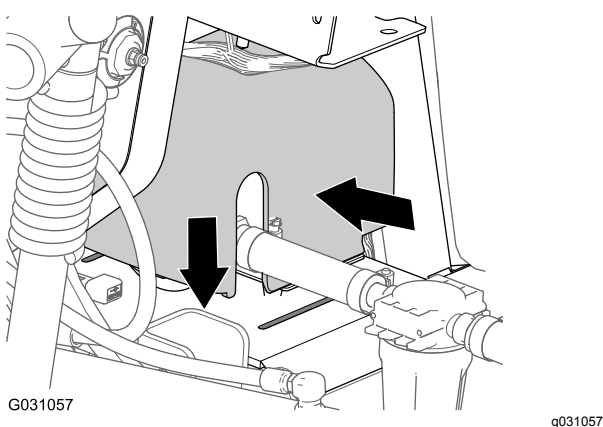

Figure 239
2. Placez le couvercle de la pompe de rinçage par dessus la plaque de serrage de la pompe (Figure 239).
3. Appuyez de chaque côté du couvercle de la pompe de rinçage et alignez les languettes du couvercle sur les fentes dans la plaque de serrage (Figure 239).
4. Insérez les languettes dans les fentes et relâchez les côtés du couvercle (Figure 239).